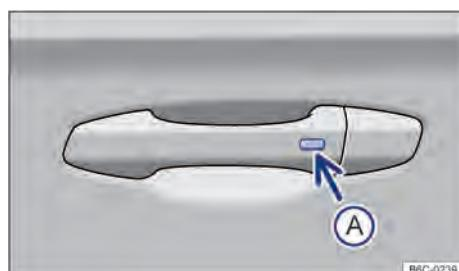

Fig. 56 Na maçaneta da porta: botão para destravar ou travar.
- 1 Pressionar o botão → Fig. 56 A no lado externo da maçaneta da porta.
- 2 Pressionar o botão → Fig. 56 A no lado externo da maçaneta da porta.
- Dentro de 5 segundos, pressionar o botão no lado externo da maçaneta da porta → Fig. 56 A. Assim, não agarrar na maçaneta da porta. O sistema de travamento e partida Keyless Access sem chave está temporariamente desativado.